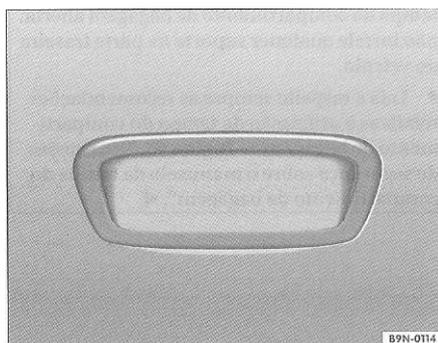

Fig. 46 Detalhe no revestimento interno da tampa do compartimento de bagagem: rebaixo para fechar a tampa (Polo)
- Segure a tampa pelo rebaixo => fig. 46 no revestimento interno da tampa =>/\ e puxe-a para baixo.